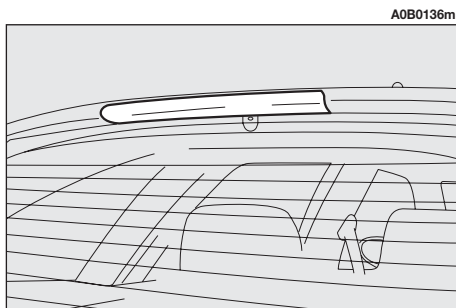

fig. 56
– Enlever et remplacer l'ampoule intéressée (du type sphérique à baïonnette) en y appuyant légèrement et en la tournant dans le sens contraire des aiguilles (**fig. 56**):
Le feu de stop supplémentaire est incorporé dans le becquet arrière (**fig. 56**).